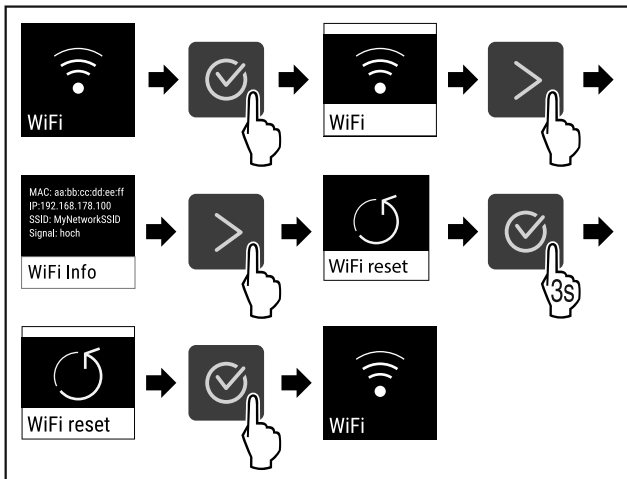

Fig. 88
- ▶ Выполните шаги действия (см. Fig. 88).